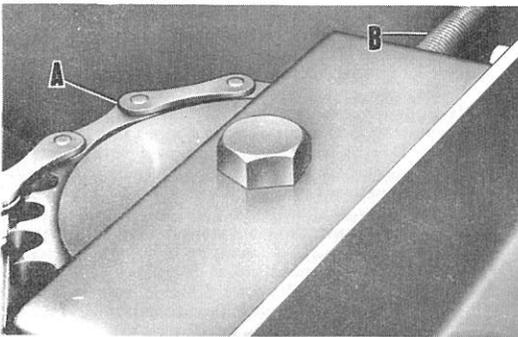
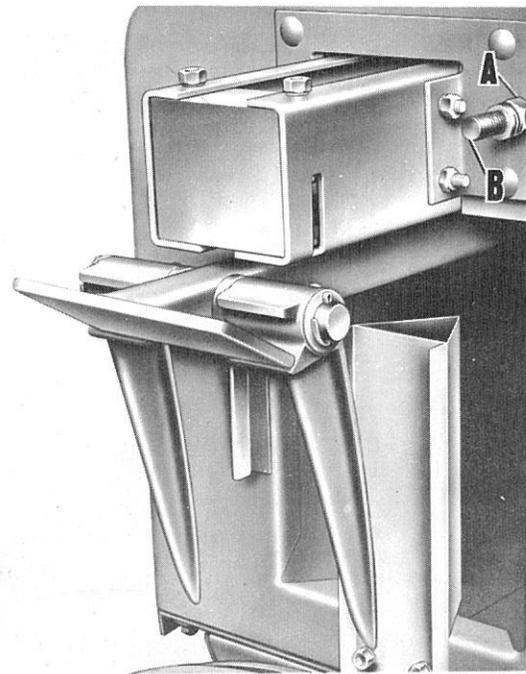

Fig. 24. Réglage de la chaîne d'entraînement de la seconde fourche d'alimentation.
Fig. 25. Réglage de la chaîne d'entraînement de la seconde fourche d'alimentation.
3. Détacher la chaîne d'entraînement de la seconde fourche d'alimentation (A, Fig. 24) de son pignon.
(A, Fig. 24)
Un dispositif tendeur est prévu pour contrôler la tension, et la déflexion de 13 mm permise correspond à la chaîne sous une pression latérale modérée. Pour régler, desserrer les quatre boulons du support. Visser ou dévisser le contre-écrou (A, Fig. 25) sur le tirant (B, Fig. 24 et 25) jusqu'à ce que la tension convenable soit obtenue. Resserrer ensuite à fond les quatre boulons du support.